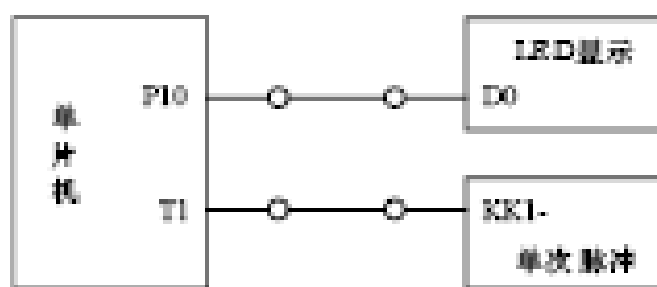

图3-2-1 计数器实验接线图
- (1) 按图3-2-1连接实验线路图；
- (2) 编写程序，联机调试；
- (3) 运行实验程序，按单次脉冲KK1，观察发光管D0 的状态，每10 次变化一次；
- (4) 实验结束，按复位按键退出调试。